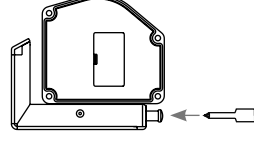

Рис. 5
- Пристегните корпус экрана к креплениям и затяните винт, как показано на рис. 5.